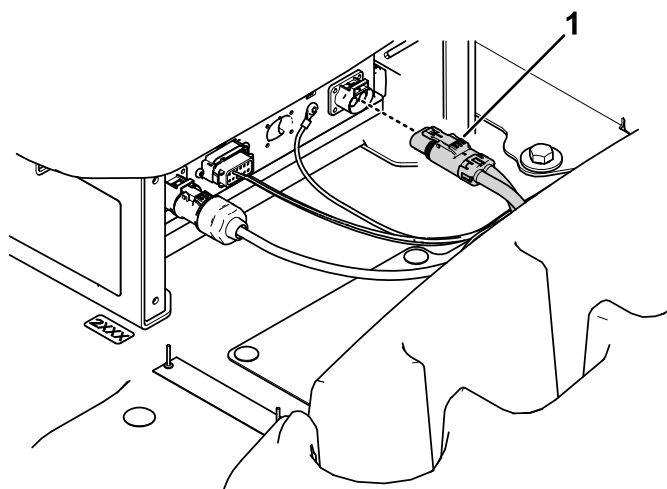

Figura 15
3. Rimuovete il connettore di alimentazione c.c. dal caricabatterie (Figura 15).
2. Collegate il connettore di alimentazione c.c. al caricabatterie (Figura 15).